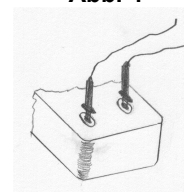

Abb. 5
- 3 Die Stecker des Messgerätes in die Messgerätbuchsen am Fotometer einstecken. Links in die schwarz gekennzeichnete Buchse kommt der schwarze Stecker des Messgerätes – rechts der rote Stecker. (Abb. 5)